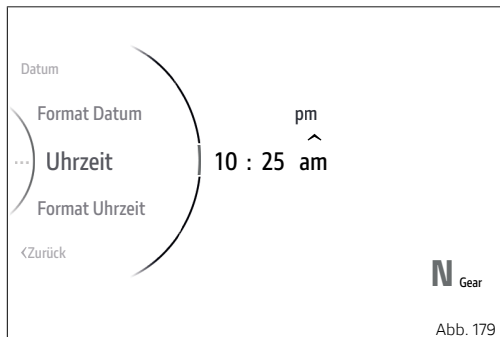

Abb. 179
Die Angabe „AM“ oder „PM“ kann jetzt markiert werden (Abb. 179 S.201). Über die Tasten (1) und (2) kann der gewünschte Wert gewählt werden. Zum Bestätigen auf ENTER (3) drücken.